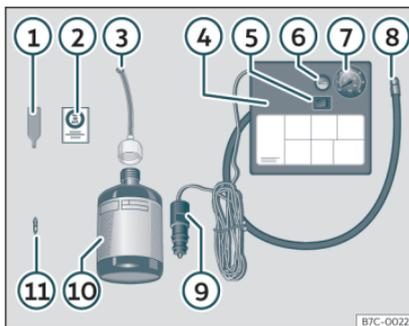

Fig. 31 Rappresentazione standard: contenuto del kit per la riparazione degli pneumatici.
Il kit per la riparazione degli pneumatici si trova nel sottofondo del bagagliaio. Include i seguenti componenti» **fig. 31**:
- Svitare il cappuccio e l'elemento di tenuta della valvola del pneumatico. Utilizzare l'apparato» **fig. 31** ① per estrarre l'elemento di tenuta. Collocarlo su una superficie pulita.
- Agitare vigorosamente la bomboletta del sigillante per pneumatici» **fig. 31** ⑩.
- Avvitare il tubo di gonfiaggio» **fig. 31** ③ alla bomboletta del sigillante. La piombatura della bomboletta si rompe automaticamente.
- Rimuovere il tappo del tubo di riempimento» **fig. 31** ③ e avvitare l'estremità aperta dal tubo alla valvola del pneumatico.
- Ricollocare l'elemento di tenuta con l'apparato» **fig. 31** ① nella valvola del pneumatico.
- Avvitare il tubo di gonfiaggio dello pneumatico del compressore» **fig. 31** ⑧ nella valvola dello pneumatico.
- Verificare che la vite di sfiato dell'aria sia chiusa» **fig. 31** ⑥.
- Collegare il connettore» **fig. 31** ⑨ a una presa elettrica a 12 V del veicolo» pag. 152.
- Collegare il compressore ad aria con l'interruttore ON/OFF» **fig. 31** ⑤.
- Incollare l'adesivo»» fig. 31 ② sul quadro strumenti, all'interno del campo visivo del conducente.
Riavvitare il tubo di gonfiaggio»» fig. 31 ⑤ e controllare la pressione con il manometro ⑥.